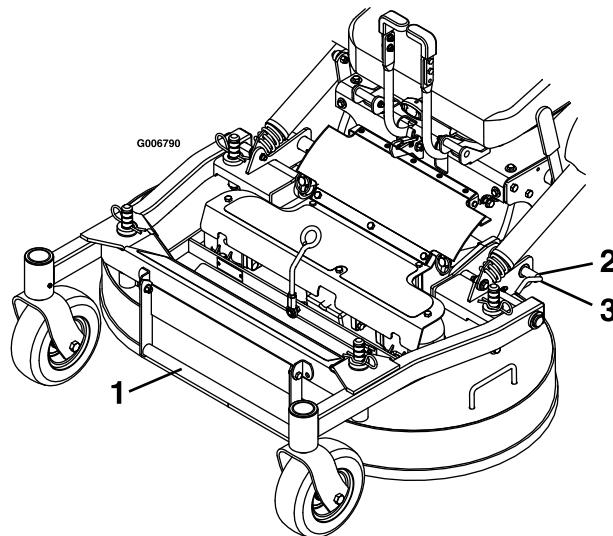

Figura 9
2. Abra los pestillos de bloqueo de la carcasa de corte en cada lado (Figura 9).
- Empuje hacia dentro los pestillos de bloqueo de la carcasa y gírelos hacia adelante para bloquear la carcasa de corte firmemente en la posición bajada (Figura 9).